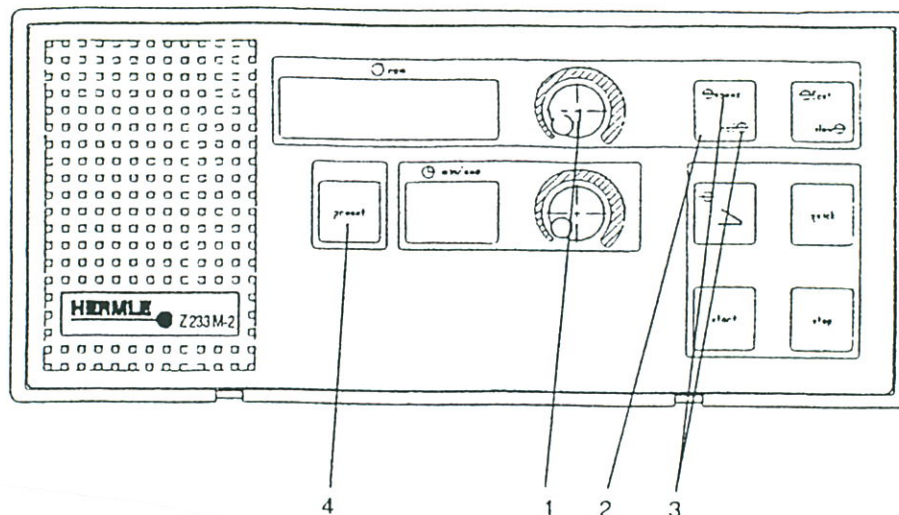

Fig. 5
Når centrifugens låg står åbent forudindstilles hastighed eller RCF på knappen (1) (fig. 5). Med knappen "SPEED/RCF" (3) vælges der mellem RPM og G-værdi. Den grønne kontrollampe indikerer hvilke mode der er aktiv. Hvis centrifugens låg er lukket og hastigheden ønskes ændret, kan dette gøres på følgende måde: Tryk på knappen "PRESET" (4), og juster RPM eller G-værdi med knappen 1.